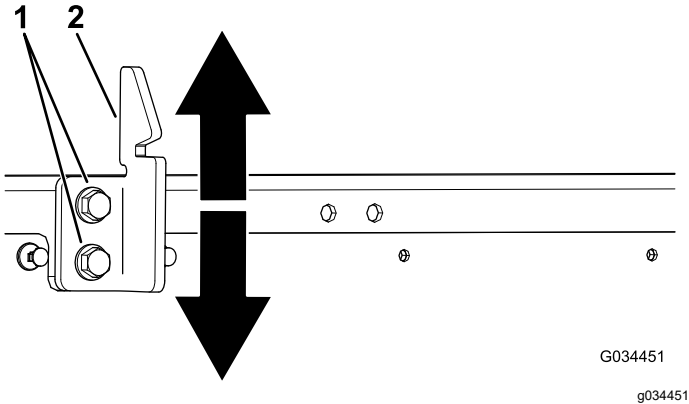

图 53
3. 拧松货箱门锁撞销上的 2 个螺栓并向上或向下取决于撞销过高还是过低移动撞销 图 53。
4. 拧紧货箱门锁撞销上的 2 个螺栓 图 53。